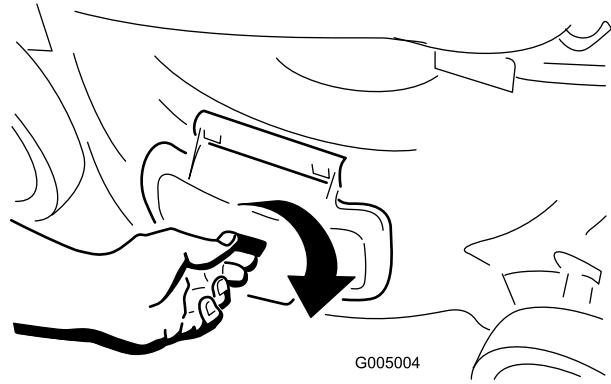

Figura 24
- Desbloquee la puerta de descarga lateral (Figura 24).